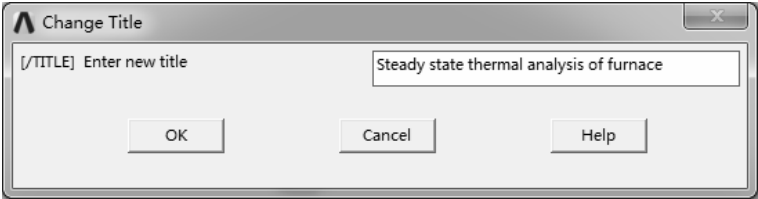

图 8-18 “Change Title”对话框
2) 选择“Utility Menu>File>Change Title”命令，弹出“Change Title”对话框，修改标题为“Steady state thermal analysis of furnace”，如图 8-18 所示。单击“OK”按钮完成修改。